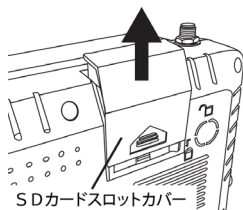

図 2
- ①モニター背面のSDカードスロットカバーを上方向に押し上げて取り外してください（図2参考）。
- ①モニターのSDカードスロットへSDカードが挿入されていることを確認してください(図2、3参考)。
- ②『●電源のON/OFF』を参考にし、モニターを起動させてください。